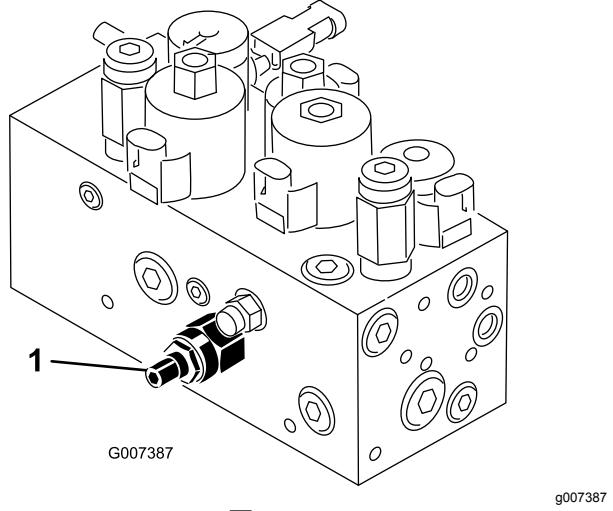

図 56
本機のカッティングユニット昇降回路にはフローコントロールバルブ図56がついています。このバルブは出荷時に約3回転の開度に調整されていますが、作動油温度、作業速度などにより調整が必要になる場合があります。以下の手順で調整します
1. 運転席を上げ、センタープルフレーム用フローコントロールバルブ図56を露出させる。バルブは油圧マニホールドの側面についている。